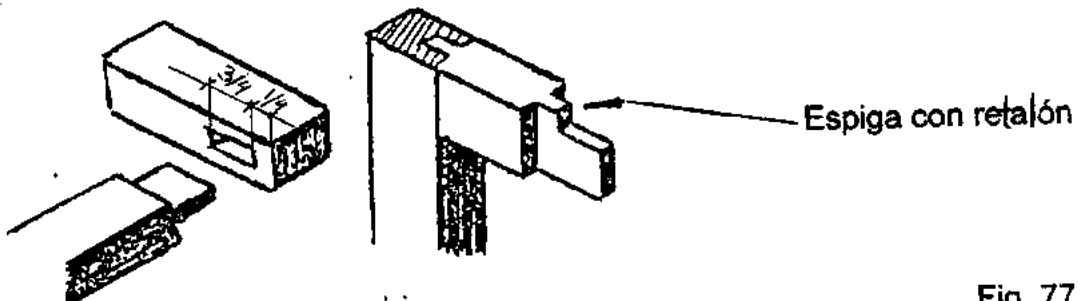

Fig. 77
-**Ensamble a caja y espiga.**- Esta unión es muy utilizado en ebanistería y carpintería por ser muy resistente; consta de una mortaja ciega y espiga con espaldón. Un derivado de esta unión es la "caja espiga con retalón" el cual se utiliza para sillas y mesas (fig. 77).